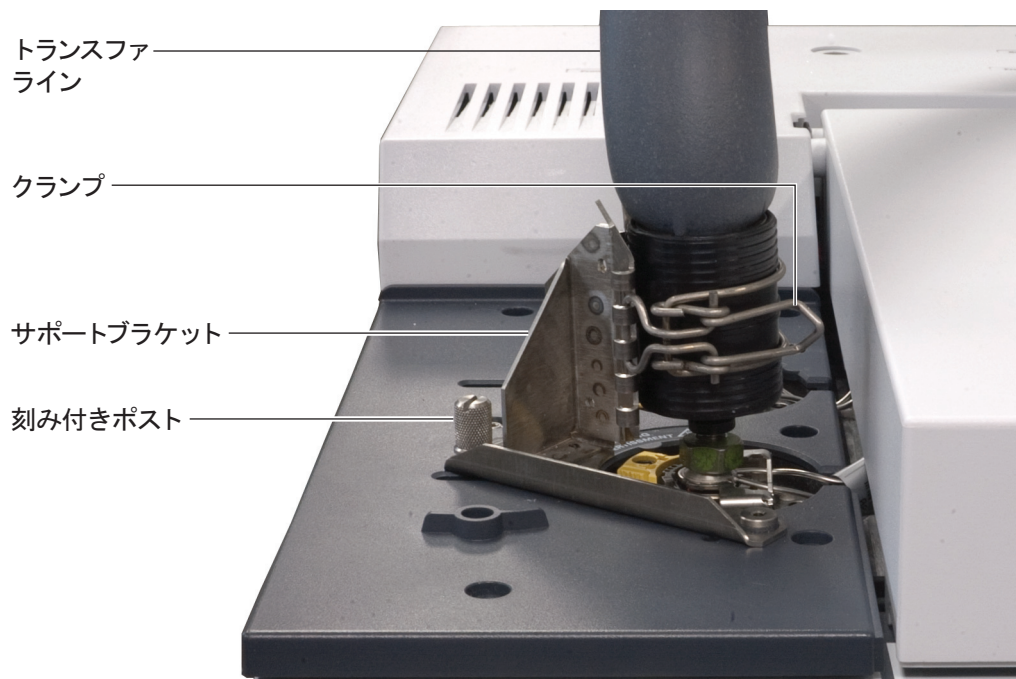

図 1 7890A GC 注入口に取り付けたトランスファライン
- 8 トランスファラインを取り付けたら、トランスファラインのサポートブラケットを取り付けます (図 1)